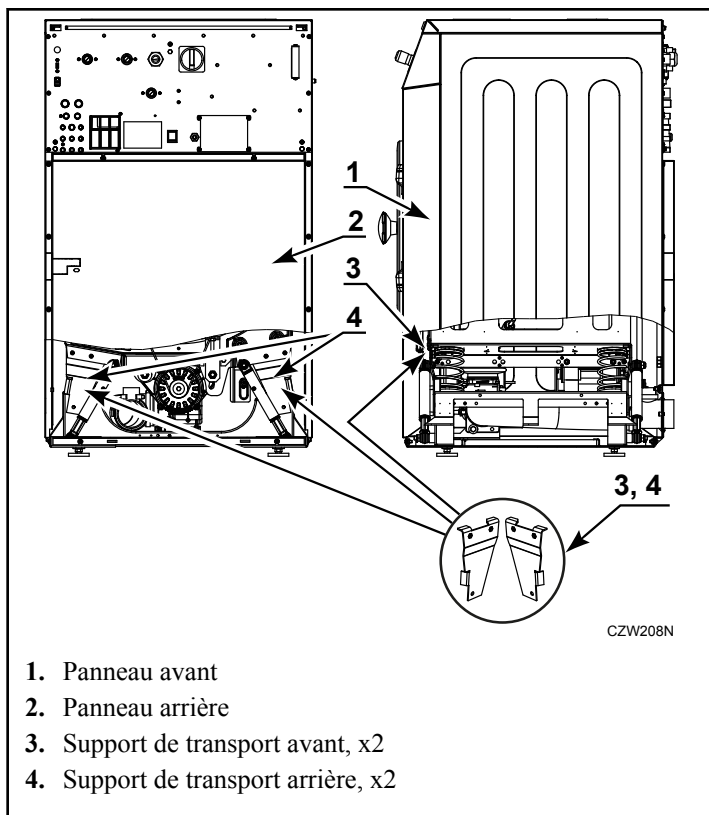

Figure 12
1. Retirer les panneaux avant et arrière, voir *Figure 12*.